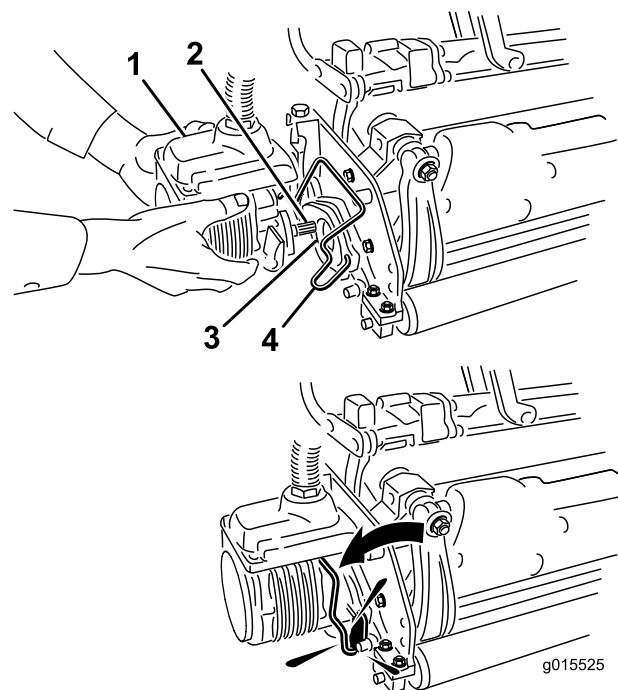

Figura 14
11. Cubra el eje acanalado del motor de la unidad de corte con grasa limpia (Figura 14).
12. Introduzca el motor en el lado izquierdo de la unidad de corte (visto desde el puesto del operador) y tire de la barra de retención del motor (en la unidad de corte) hacia el motor hasta que oiga un “clic” en ambos lados del motor (Figura 14).